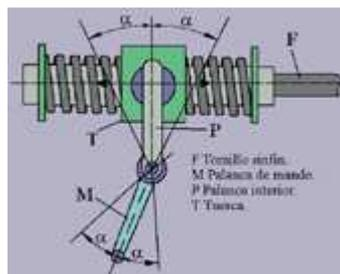

Fig. 5
• **Mecanismo de sinfín cilíndrico con tuerca (fig. 5)**